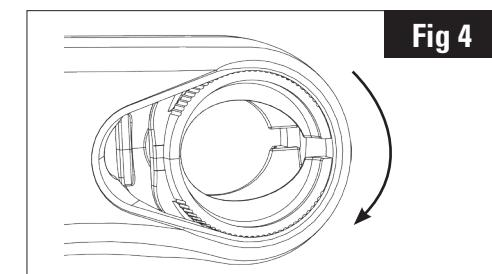

Fig 4
2. De schelpen een kwart slag draaien zodat de stoppen zich bovenaan het lichaam van de vork bevinden (Fig. 4)